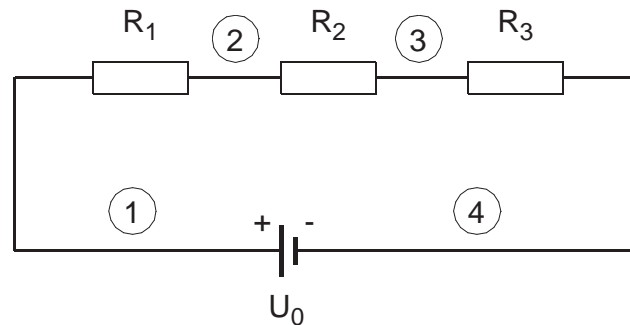

Abb. 1: Reihenschaltung
1. Messen Sie bei konstanter Spannung U_0 die Stromstärke an den mit 1 bis 4 bezeichneten Stellen des Stromkreises in Abb. 1. Was können Sie über die Stromstärke aussagen?